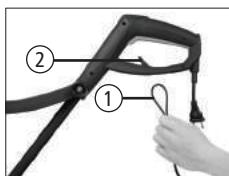
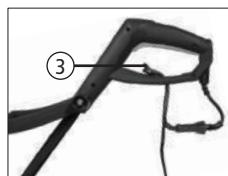

Fig. 04
Fig. 05
Para sua segurança e evitar que o cabo elétrico se desconecte do plug enquanto o trabalho estiver sendo executado, sobre o cabo (1) e passe-o pelo orifício (2), [Fig. 04], em seguida encaixe-o na presilha (3), [Fig. 05], e depois conecte o cabo elétrico ao plug do aparador de grama.